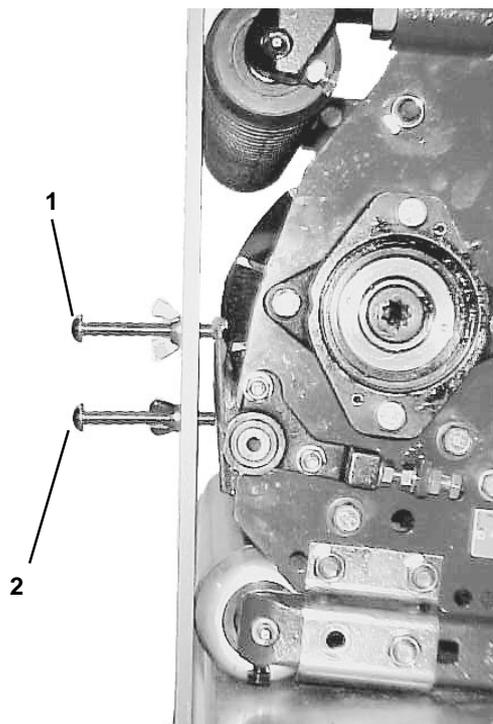

Bild 18
4. Wechseln Sie die erste Schraube der Meßlehre so, daß beide Schrauben mit der gleichen Orientierung ausgerichtet sind (Bild 18).
5. Legen Sie die Meßlehre so auf das Untermesser, daß beide Schrauben das Untermesser berühren, während die Meßlehre die vorderen und hinteren Walzen (Bild 18) berührt.